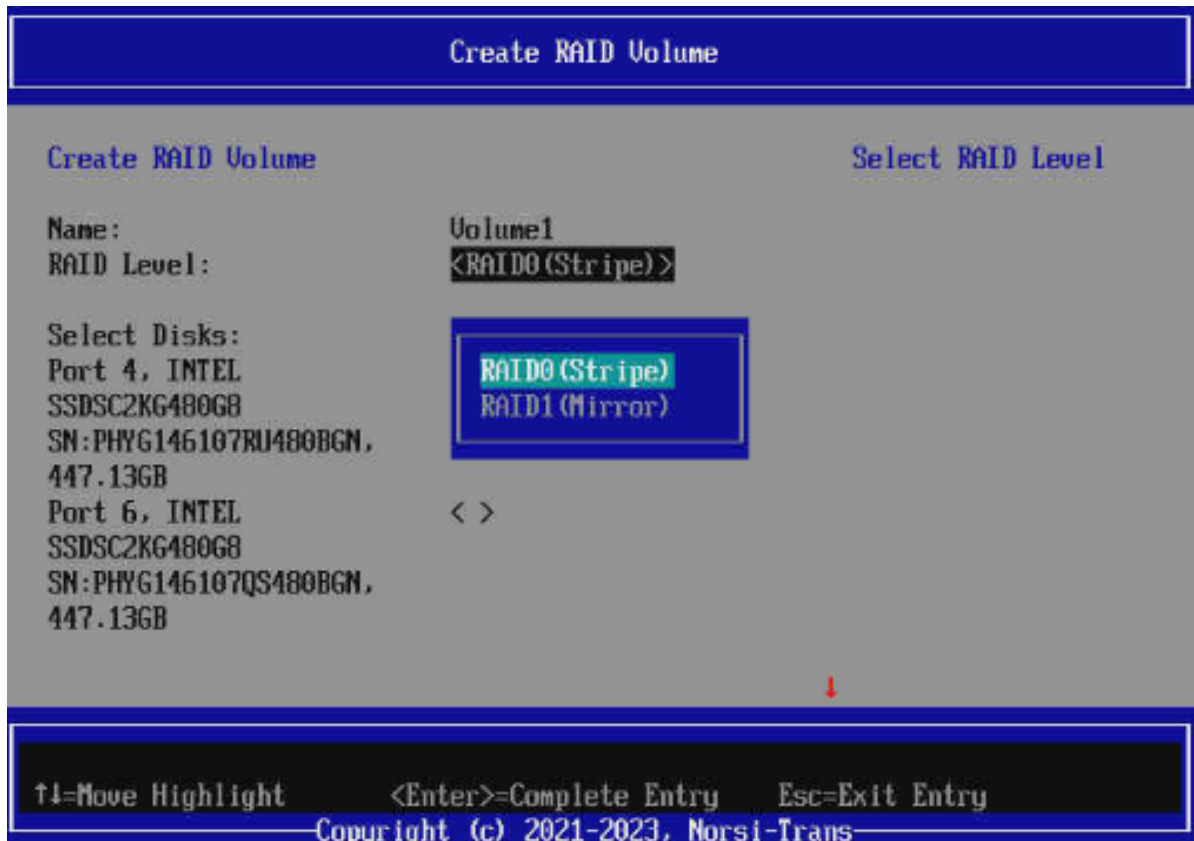

Рис. 74. Меню Intel (R) VROC
- 5) Во вкладке «Intel(R) VROC Sata controller» перейдите во вкладку «Create RAID Volume». Создаем один из массивов «RAID0 (Stripe)» или «RAID1 (Mirror)» Окно показано на рис. 74 Меню Intel \(R\) VROC.